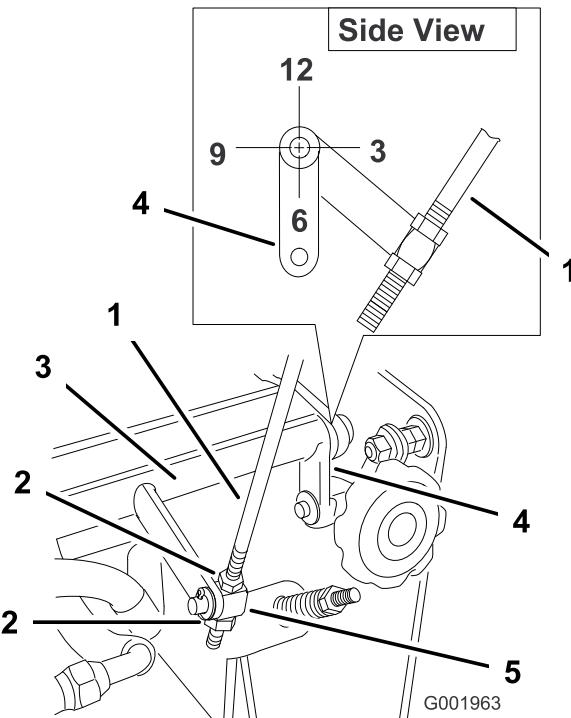

Figure 44
- Vérifiez l'orientation des languettes aux extrémités de la manivelle de commande de vitesse. Ces languettes doivent être dirigées vers le bas, à la position 6 heures approximativement (Figure 44).
- Si un réglage est nécessaire, desserrez les écrous de chaque côté du pivot sur la tige de commande de vitesse (Figure 44).
- Réglez le pivot jusqu'à ce que les languettes soit positionnées à 6 heures (Figure 44).
- Serrez les écrous de chaque côté du pivot (Figure 44).
- Le cas échéant, réglez le pivot sur la tige de commande de vitesse au centre de la course du levier (Figure 44).